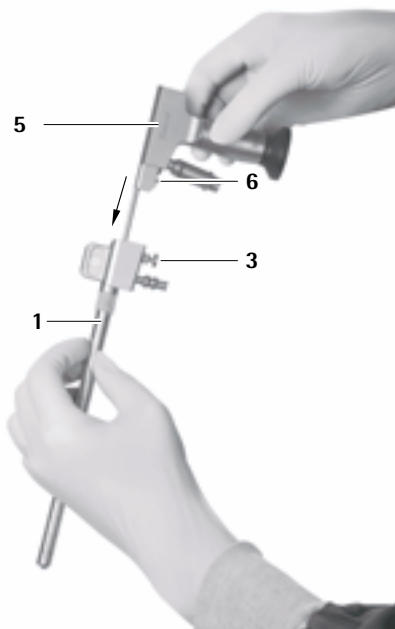
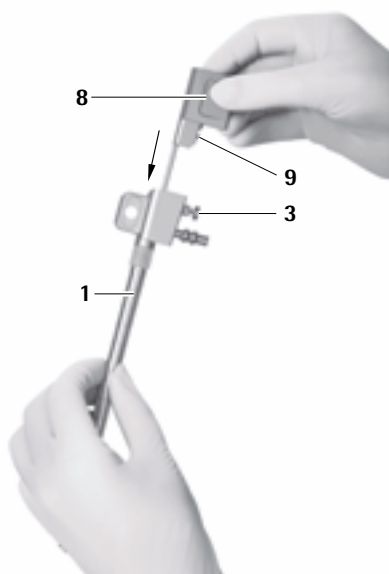

Fig. 14
Fig. 15
- Säkerställ i samband med detta att låsbulten 6 på endoskopet 5 resp. låsbulten 9 på obturatorn för optikkanalen 8 befinner sig på samma sida som urkopplingsknappen 3 på MINOP inVent-troakaren 1, se Fig. 14 och se Fig. 15.